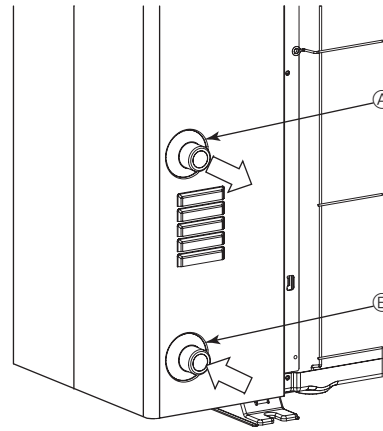

Fig. 5-1
### 5.1. Wasserrohrverbindungen (Fig. 5-1)
- Einlaß- und Auslaßleitungspositionen werden in Fig. 5-1 gezeigt.
[Fig. 5-1]